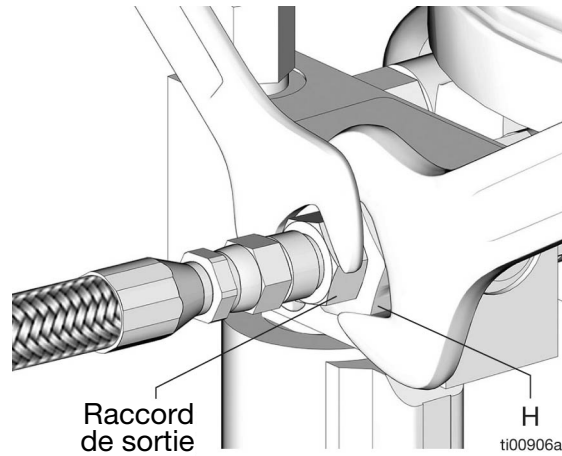

FIG. 9
1. Déconnecter l'alimentation de la pompe en retirant la connexion du faisceau de câbles de la pompe (N).
2. Débrancher la connexion de l'électrovanne de ventilation du faisceau de câbles (W). La soupape de mise à l'air libre libère automatiquement la pression du système.
3. Pour relâcher la pression du système, utiliser deux clés travaillant dans des directions opposées sur le boulon de sortie de fluide pour desserrer lentement le raccord uniquement jusqu'à ce que le raccord soit desserré et qu'aucun lubrifiant ou air ne s'échappe du raccord (FIG. 9).